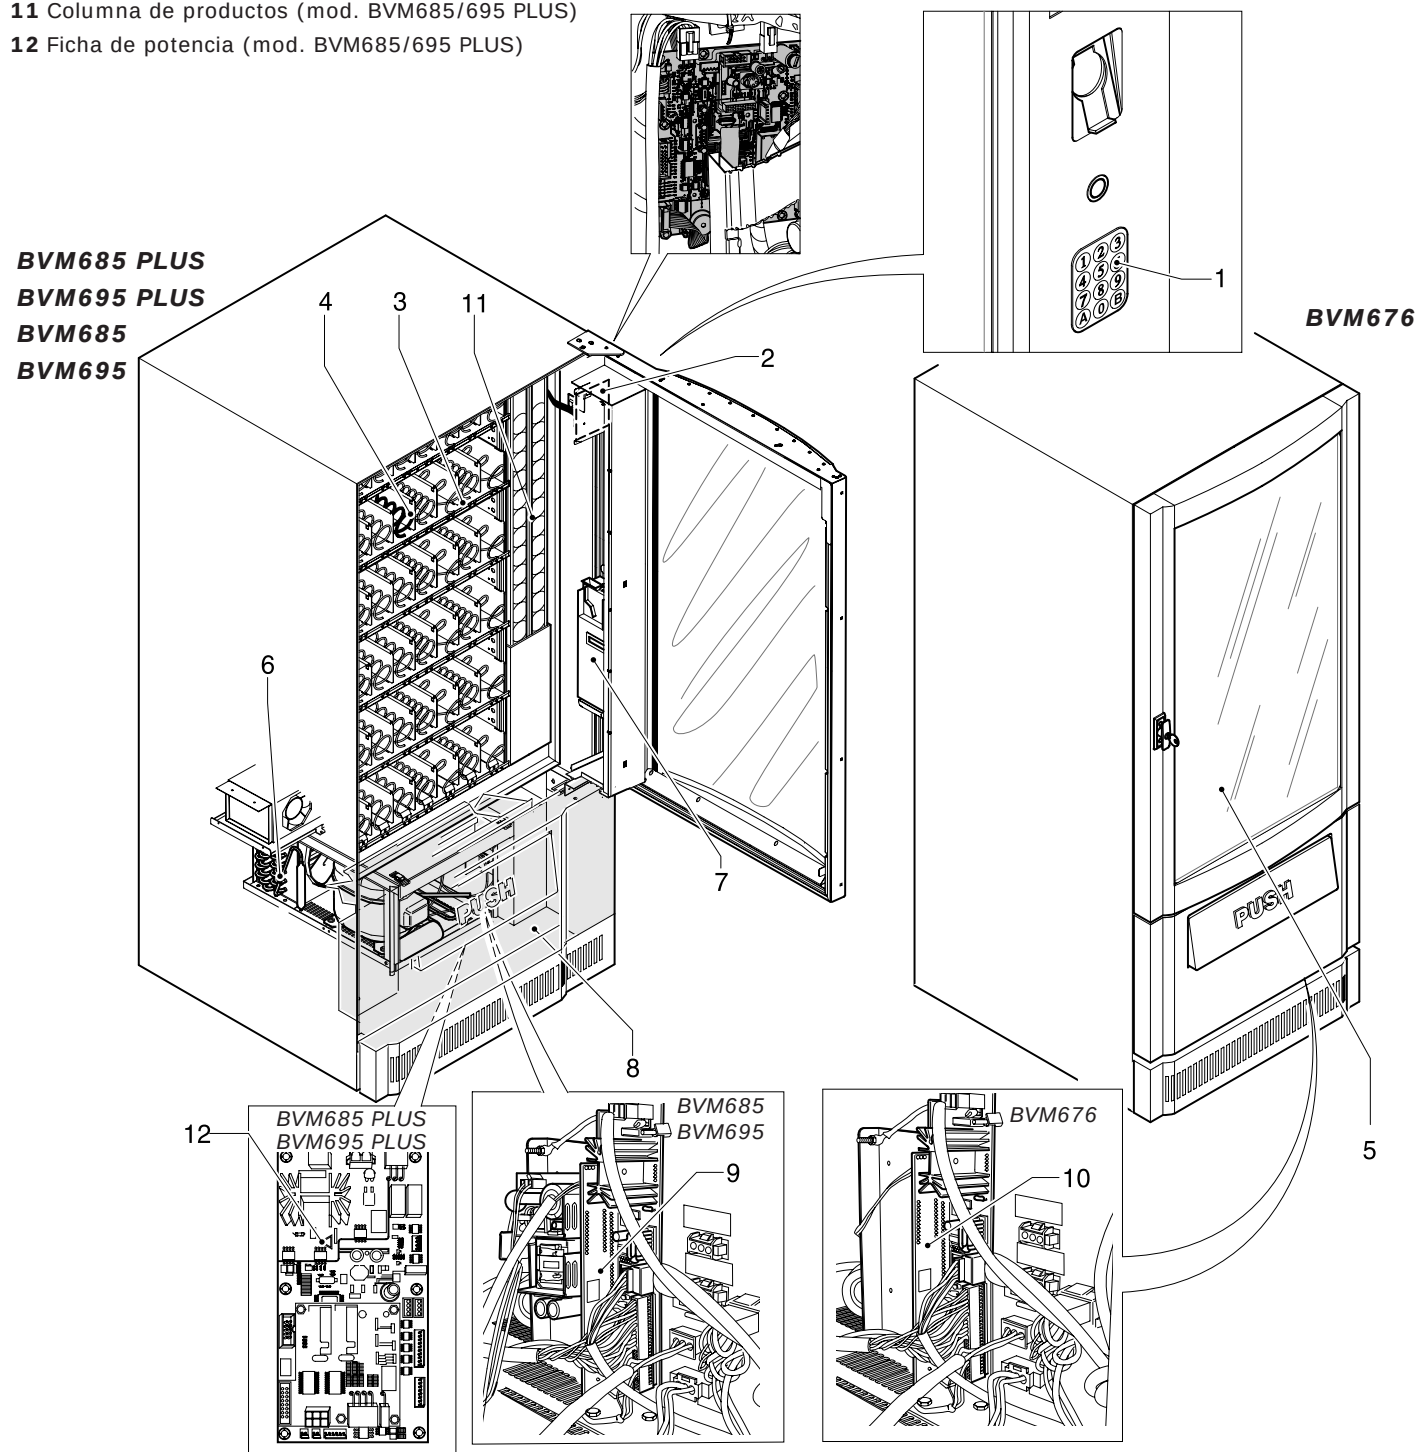

FIG.3.1
3.1 Descripción de la máquina (Fig.3.1)